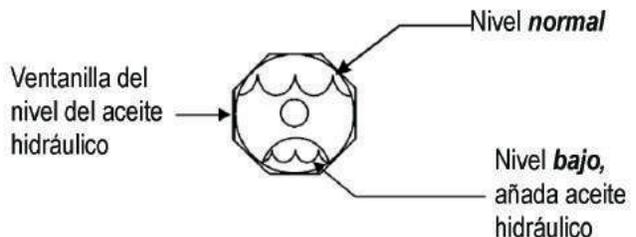

Figura 13. Ventanilla del Aceite Hidráulico
2. Visualmente inspeccione la ventanilla de visión del aceite hidráulico (Figura 13) localizada en la parte trasera derecha del chasis frontal. Para operación normal el nivel del aceite hidráulico debe estar bajo la parte superior y por encima del fondo de la ventanilla. **NO LLENE DE MÁS.**